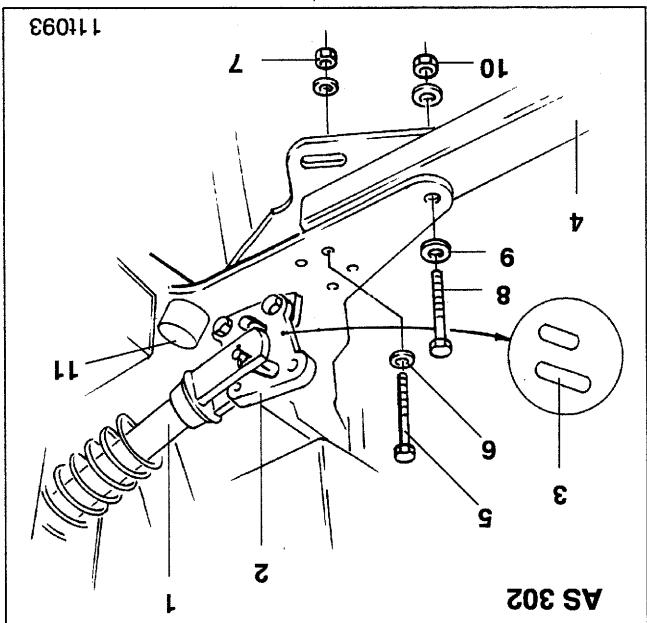
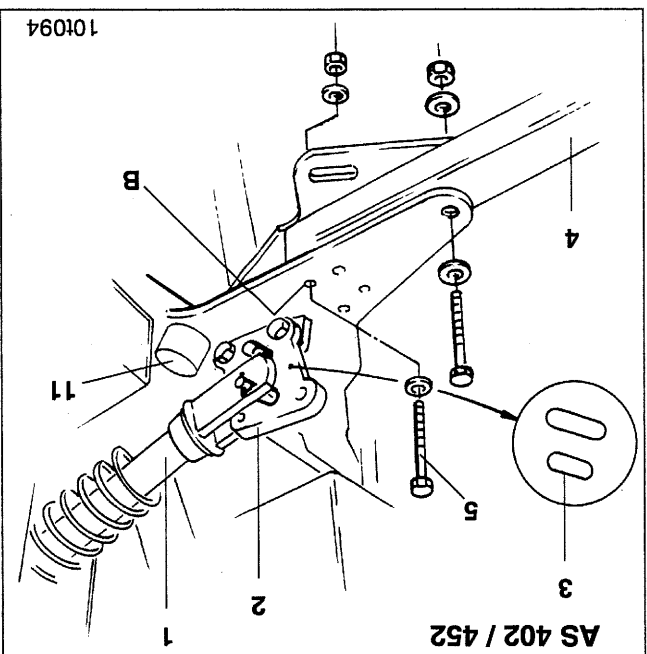
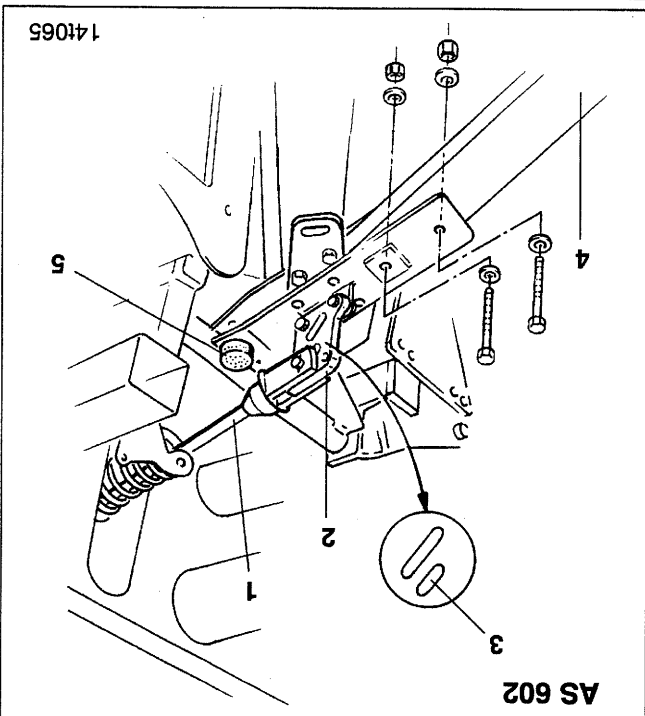

Fig. 24.5
Fig. 24.6
Fig. 24.7
Le vérin hydraulique (fig. 24.5/1) doit être fixé à l'éclisse (fig. 24.5/2) située dans le trou oblong le plus long (fig. 24.5/3). Si nécessaire, vissez différemment l'éclisse (fig. 24.5/2).
Fixez les bras de traceurs (fig. 24.5/4) en utilisant :
- une vis 6 pans M6 x 90, 8,8 DIN 931 (fig. 24.5/5),
- deux rondelles 6,4 x 18 x 1,6 DIN 9021 (fig. 24.5/6) et un écrou autobloquant M6, 8 DIN 980V (fig. 24.5/7),
- une vis 6 pans M14 x 100, 8,8 DIN 931 (fig. 24.5/8),
- deux rondelles d'expansion 14 DIN 6796 (fig. 24.5/9) et un écrou autobloquant M14, 8 DIN 980V (fig. 24.5/10).
Le vérin hydraulique (fig. 24.6/1) doit être fixé à l'éclisse (fig. 24.6/2) située dans le trou oblong court (fig. 24.6/3). Si nécessaire, vissez différemment l'éclisse (fig. 24.6/2).
Fixez, en les vissant, les bras de traceurs (fig. 24.6/4) (pour le détail de la visserie reportez-vous à la rubrique 3 m).
Fixez les bras de traceurs (fig. 24.6/4) au moyen de vis 6 pans M6 x 90, 8,8 DIN 931 (fig. 24.6/5) que vous visseriez dans le trou "B" (fig. 24.6).
Fixez le vérin hydraulique (fig. 24.7/1) à l'éclisse (fig. 24.7/2) située dans le trou oblong court (fig. 24.7/3). Si nécessaire, vissez différemment l'éclisse (fig. 24.7/2).
Vissez les bras de traceurs (fig. 24.7/4) (pour le détail de la visserie, reportez-vous à la rubrique 3 m).
Les tampons (fig. 24.5/1, fig. 24.6/1 ou fig. 24.7/5) ne doivent pas être retirés et doivent être remplacés en cas d'usure !